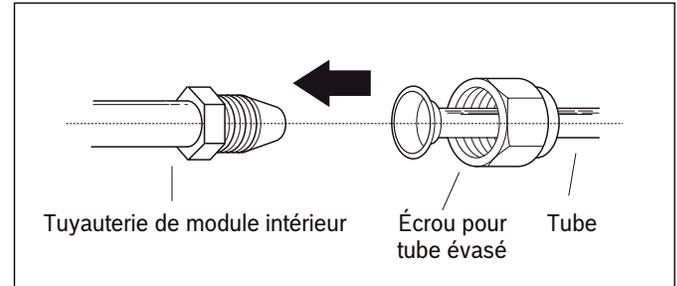

Figure 32
1. Alignez le centre des deux tubes à raccorder. Voir la figure 32.